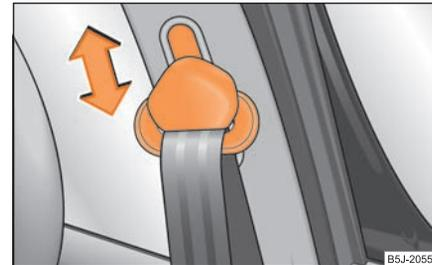

Abb. 143 Vordersitz: Gurthöheneinstellung
- Zum Einstellen drücken Sie auf den Umlenkbeschlag und verschieben ihn nach oben bzw. unten ⇒ **Abb. 143**.